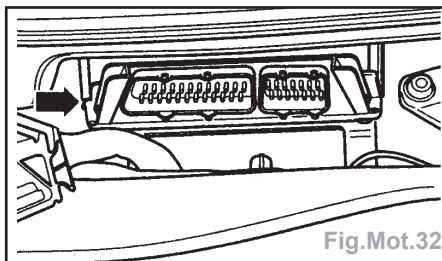

Fig.Mot.32
- pousser l'appareil de commande vers la droite et l'extraire (Fig.Mot.32),